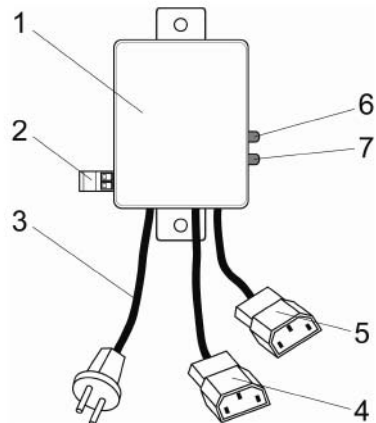

Рисунок 1
4.1 Электронный блок управления компрессором «РЭ-ВК-W» (далее – блок) состоит из (см. Рисунок 1):